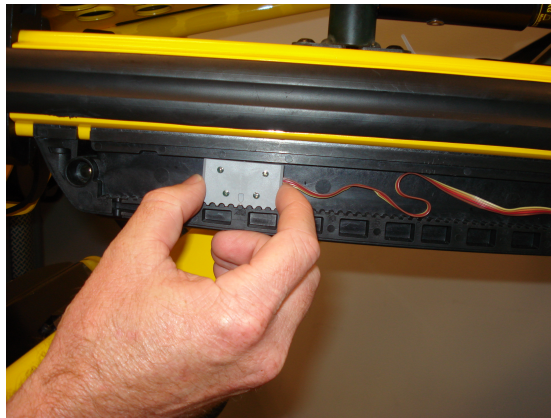

Figure 11 – Régler la hauteur du capteur gauche
3. Ajuster le capteur de hauteur gauche seulement à l'intérieur du boîtier des capteurs (Figure 11):